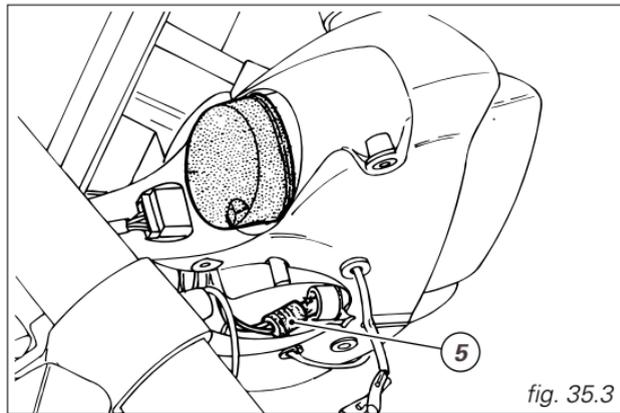

fig. 35.3
*Per sostituire le lampade della luce di posizione è necessario rimuovere il cupolino (vedi pag.38). Rimuovere il claxon svitando la vite di fissaggio e sfilare i portalamпада (5, fig. 35.3) dal supporto faro. Estrarre la lampada e procedere alla sostituzione.*